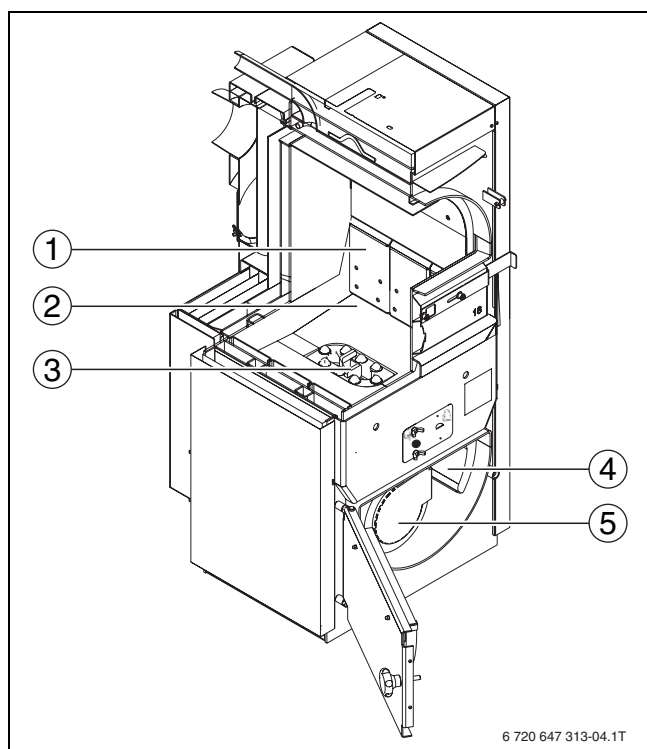

Fig. 34 Vano di carico con deflettore in ghisa
- Posizionare sul pavimento del vano di carico (→ fig. 34, [2]) sei pagine doppie di carta di giornale spiegazzata.